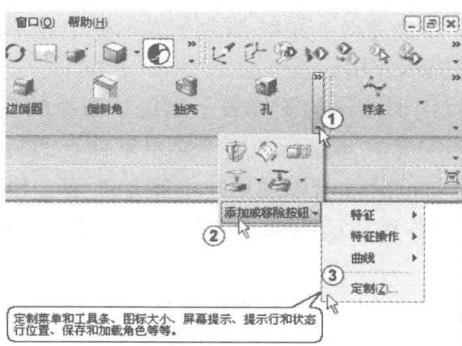
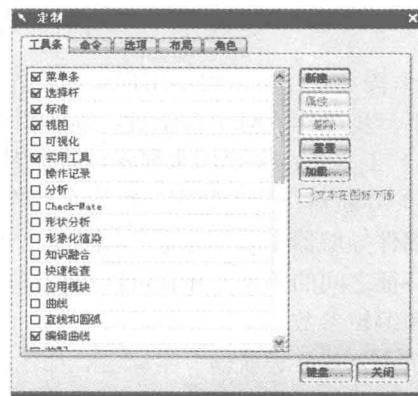

图 1-8 单击“定制”命令进入工具条设定
图 1-9 “工具条”选项卡
1) 单击菜单“工具”→“定制”命令，系统弹出“定制”对话框；也可以在工具条或者工具条空白区单击鼠标右键显示快捷菜单，单击“定制”命令进入工具条设定；或者单击“工具条选项”按钮（小三角），单击“添加或移除按钮”**添加或移除按钮**，从弹出的菜单里可选择添加或删除工具按钮，也可进入“定制”命令，进行更详细的设置，如图 1-8 中①②③所示。“定制”对话框包含 5 个选项卡，分别是“工具条”、“命令”、“选项”、“布局”和“角色”选项卡，如图 1-9 所示。